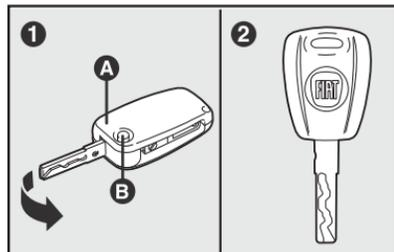

fig. 1
## CHAVES - fig. 1
- chave principal tipo canivete 1-fig. 1.
- chave reserva 2-fig. 1.
Para algumas versões a chave reserva também é do tipo canivete **A-fig. 1**. A chave de uso normal e sua reserva servem para: